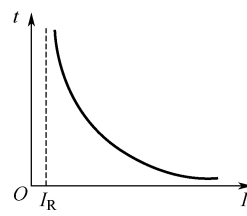

图 1-2-5 熔断器的时间—电流特性
(3) 分断能力：指在规定的电压及性能条件下，熔断器能分断的预期分断电流值。常用极限分断电流值来表示。
(4) 时间—电流特性：在规定的条件下，表征流过熔体的电流与熔体熔断时间的关系曲线称为时间—电流特性，也称为安—秒特性或保护特性，如图 1-2-5 所示。从特性曲线可以看出，熔断器的熔断时间随电流的增大而减小。如表 1-2-1 所示为熔体的安—秒特性列表。